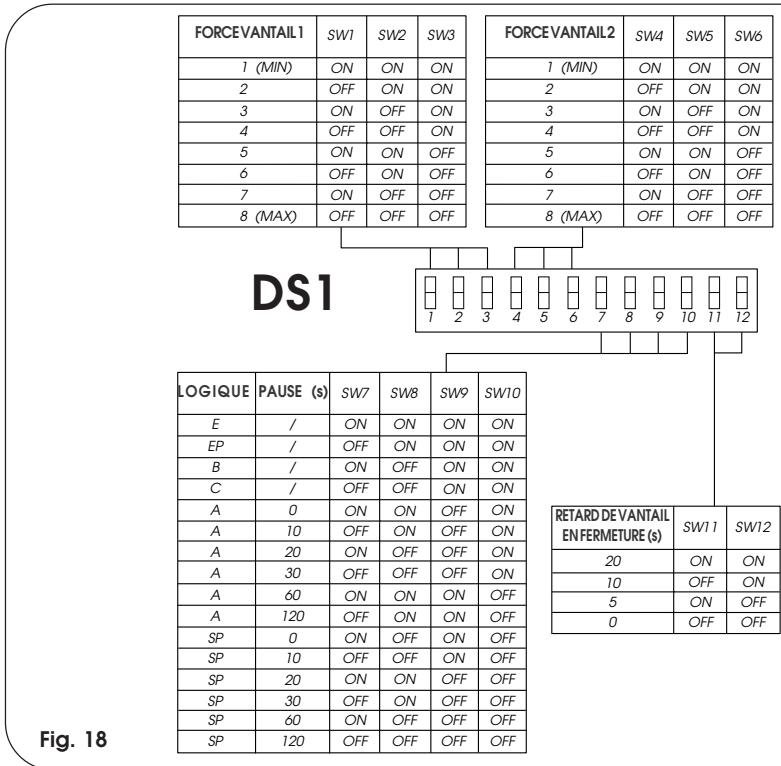
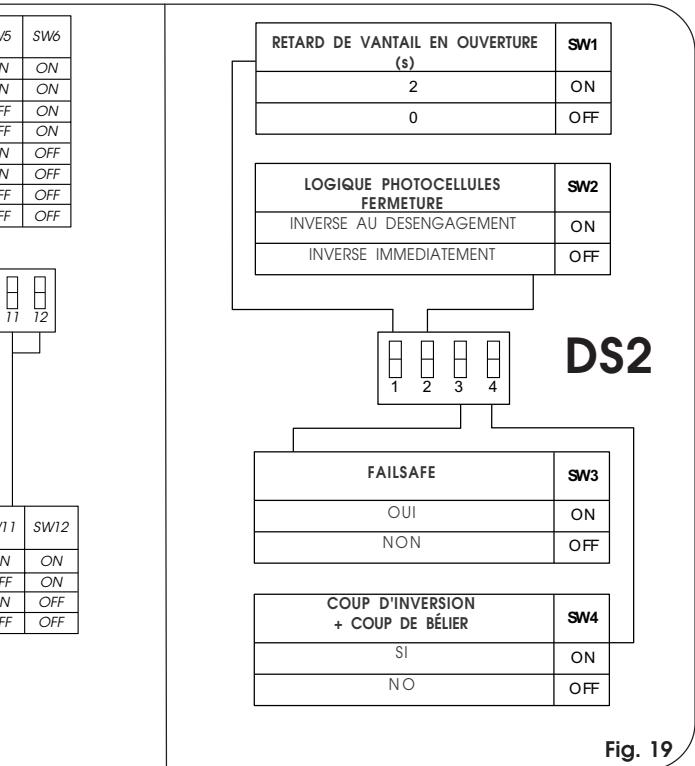

Fig. 18
Fig. 19
La platine est dotée de deux groupes de microinterrupteurs DS1 (fig. 18) et DS2 (fig. 19) qui permettent de programmer les paramètres de fonctionnement du portail.
5.1. MICROINTERRUPEURS DS1 (fig. 18)
5.2. MICROINTERRUPEURS DS2 (fig. 19)